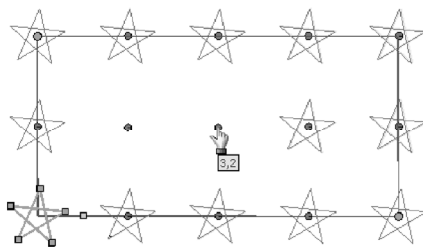

图 2-130 选择希望不在阵列中出现的对象
- “可跳过的实例” 卷展栏：选中此卷展栏中的列表区域后，可在阵列中单击不想包括在阵列中的实例，如图 2-130 所示。